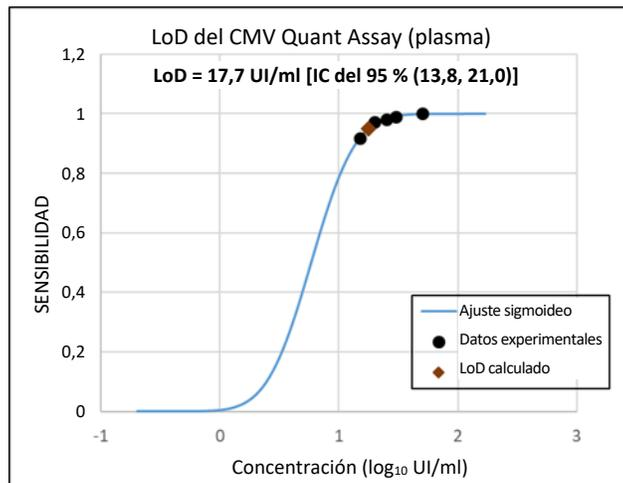

Figura 2: Análisis probit utilizado para determinar el LoD del NeuMoDx CMV Quant Assay en muestras de plasma
Se determinó que el LoD del NeuMoDx CMV Quant Assay en plasma para la variante gB1 fue de 17,7 UI/ml (1,25 \log_{10} UI/ml) con un intervalo de confianza (IC) del 95 % de 13,8-21,0 UI/ml (1,14-1,32 \log_{10} UI/ml) [Figura 2]. El LoD entre los genotipos es de 20,0 UI/ml (1,30 \log_{10} UI/ml) según se determinó mediante análisis de la tasa de aciertos.